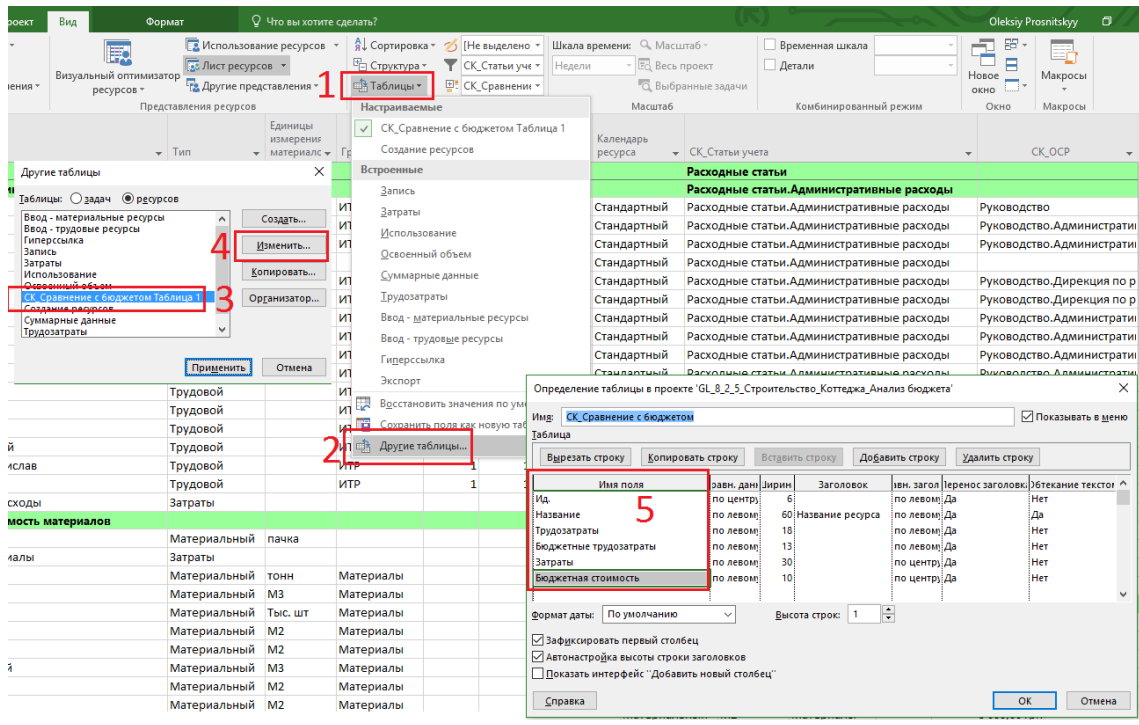

Рисунок 8.56 – Создание новой таблицы для анализа бюджета
6. Изменим автоматически созданную таблицу так, чтобы в ней были только следующие поля (см. рисунок 8.56):